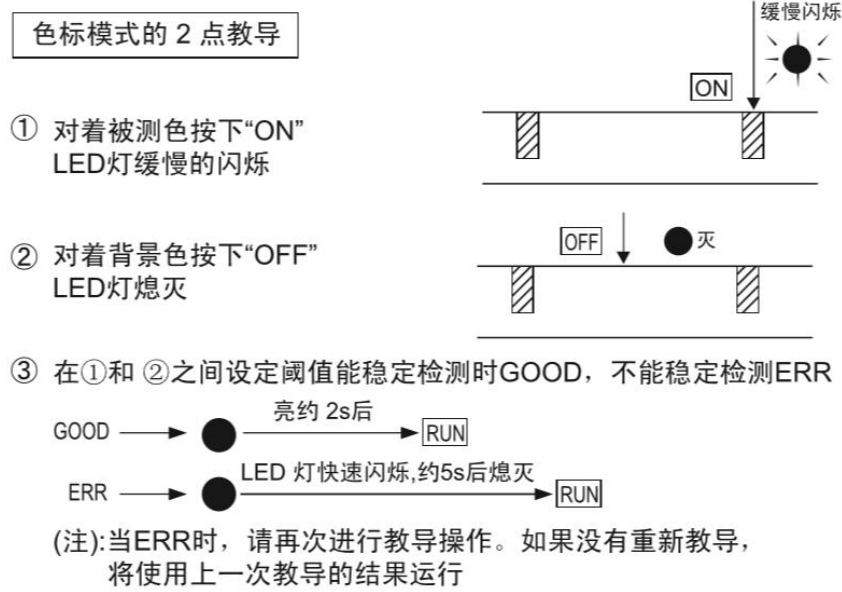

图 1 色标传感器教导方法
2.1.2、先将色标传感的光点对着 LOGO 标志上，按下 ON，待指示灯缓慢闪动后，移动色标传感器的光点对着非 LOGO 的橡筋带上，再按下 OFF，待指示灯亮约 2 秒，则标定完成，详细请见下图 1。